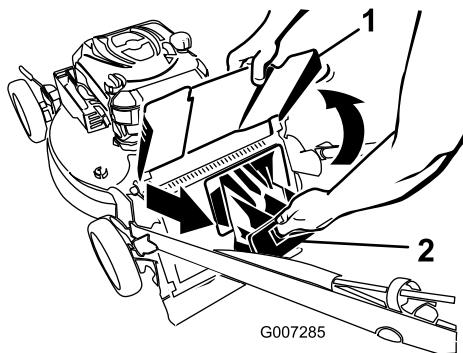

Figure 21
2. Soulevez le déflecteur d'éjection et gardez-le dans cette position (Figure 21).
3. Retirez l'obturateur d'éjection arrière (Figure 21).